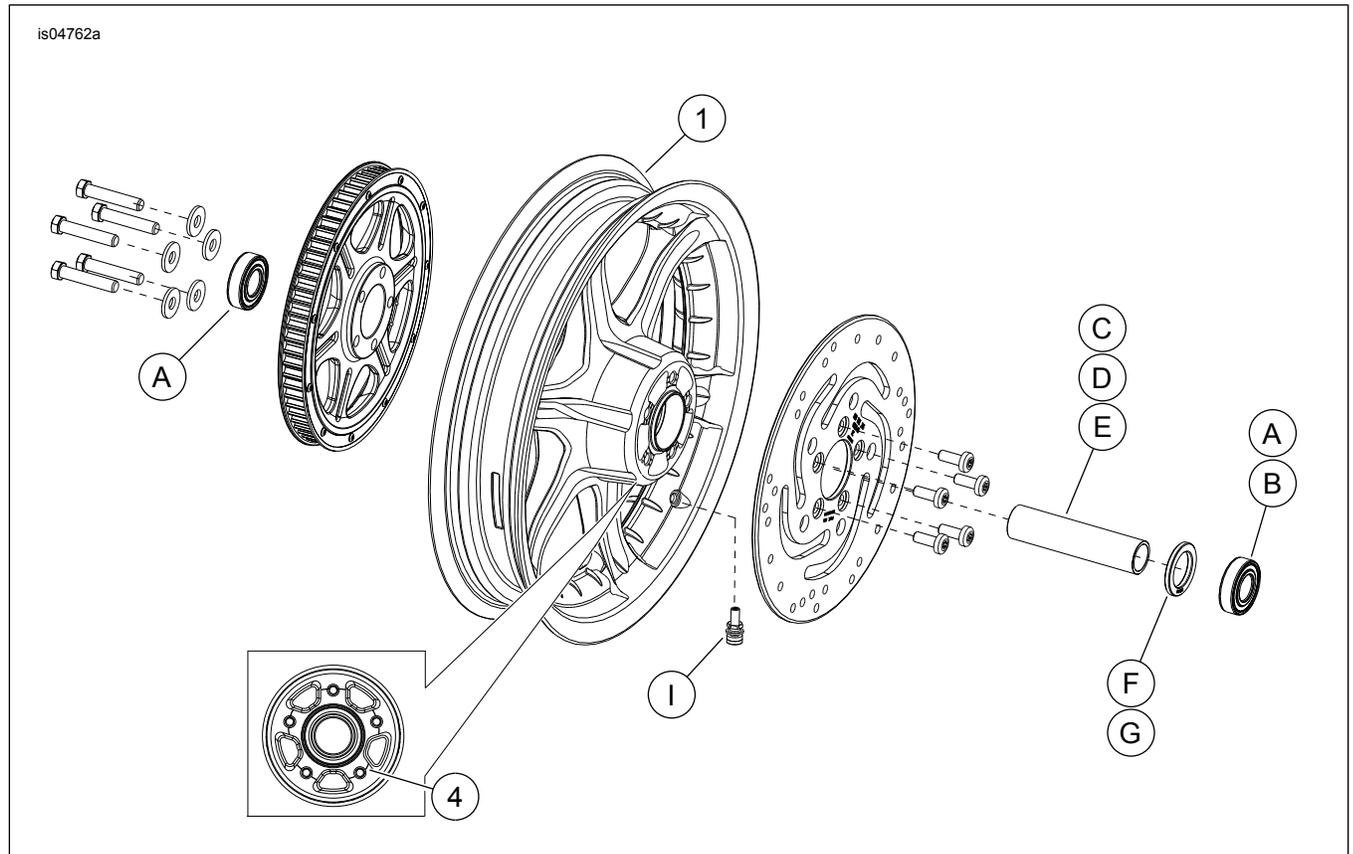

Figure 1. Pièces détachées : Roues arrière fendues à 6 rayons (roue de 16 pouces illustrée)
Voir Figure 1 et les tableaux des pièces détachées.
2. Voir Figure 1. Installer l'ensemble de tige de soupape (I) sur la roue. Voir PNEUS dans le manuel d'entretien.